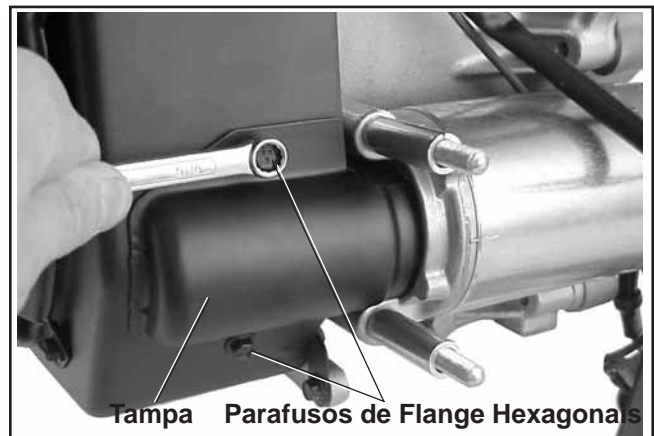

Figura 9-16. Retirar a Tampa do Motor de Arranque (cremalheira).
- b. Retire os parafusos de fixação da tampa do motor de arranque (cremalheira) no alojamento do ventilador. Consulte a Figura 9-16.